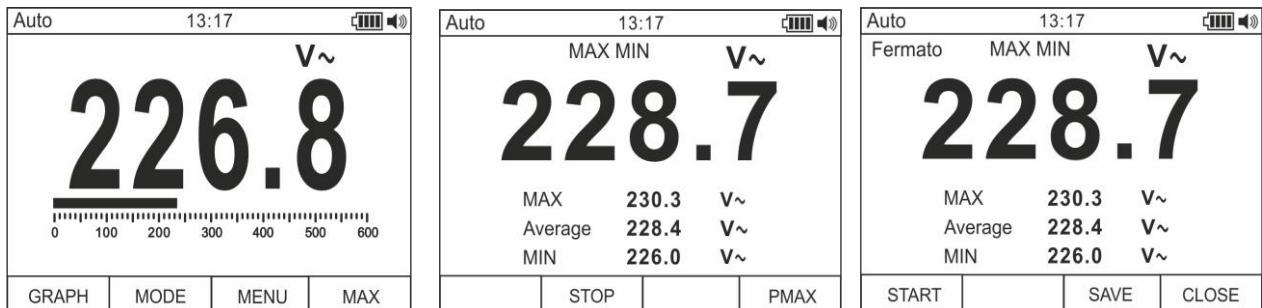

Fig. 6: Guardar os valores MIN/MAX/Médio
1. Premir o botão **F4** para entrar na medição dos valores MAX, MIN e Médio da grandeza em exame (ver Fig. 6 – parte central). A mensagem “MAX MIN” aparece no display.
4. Premir o botão **F3** para guardar o resultado da medição (ver Fig. 6 – parte direita) e rever o resultado guardado (consultar o § 4.3.7).